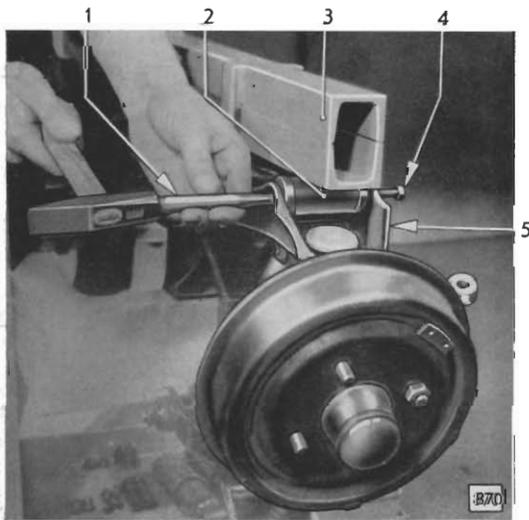

Bild 33 - Sechskantschraube mit Dorn herausschlagen
11. Unteren Lenker (32/3) von Vorderfederauge (32/2) abschrauben – Sechskantmutter, Federring – und Sechskantschraube aus Federauge herausziehen, wenn erforderlich, Schraube (33/4) mit passendem Dorn (33/1) herausschlagen (Bild 33).